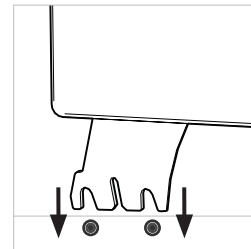

**Fig. 1**
**MONTAJE PERMANENTE DE LA R210MTS-G2 - SIERRA DE MESA/INGLETADORA (Fig. 1)**